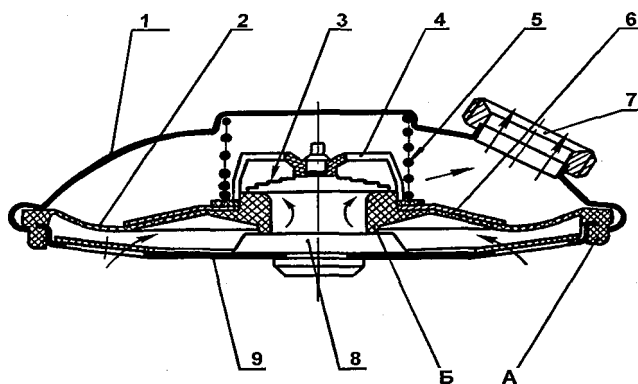

Рисунок 8 – Клапан избыточный
1.5.1.7 Клапан избыточный мембранного типа (рисунок 8) служит для выпуска избытка воздуха из воздухопроводной системы респиратора. Он состоит из корпуса 1 и доньшка 9, соединенных между собой кольцом фасонным А мембраны 2, в центре которой выполнен клапан Б. К мембране 2 приклеен жесткий диск 6. В доньшке имеется двенадцать отверстий для прохода воздуха, закрытых металлической сеткой, предотвращающей попадание в избыточный клапан мелких частиц ХП-И.
1.6.4 Заглушка с внутренней резьбой M18x1 предназначена для навинчивания на штуцер 7 избыточного клапана (рисунок 8) при проверке респиратора по 3.8.1 и 3.8.2 настоящего руководства.